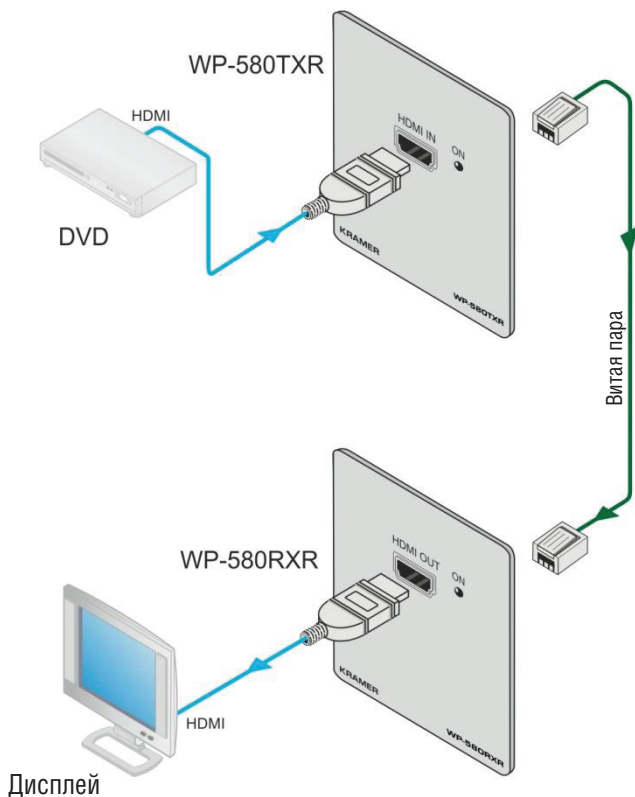

Рис. 5. Подсоединение прямо-передающей системы WP-580Txr /WP-580Rxr
Имеется возможность использования передатчика сигналов HDMI в кабель витой пары HDMI **WP-580Txr** совместно с приемником сигналов HDMI в кабель витой пары HDMI **WP-580Rxr** для построения приемо-передающей системы HDMI (см. пример на рис. 5).
3. Подсоедините сетевой адаптер на 5 В постоянного тока к разъему электропитания, а адаптер — к электросети (на рис. 5 не показан).
6. Подсоедините сетевой адаптер на 5 В постоянного тока к разъему электропитания, а адаптер — к электросети (на рис. 5 не показан).